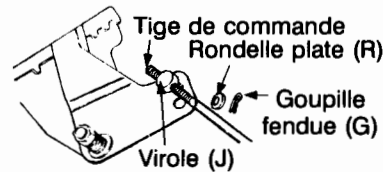

FIGURE 15 - Position du bras de commande sur les modèles avec les roues dirigeables.
- Placez le levier de vitesses à la position de marche avant la plus rapide. Abaissez brusquement le levier de vitesses le plus loin possible pour engager la marche avant la plus rapide. Filetez la virole sur la tige de commande selon le besoin, jusqu'à ce que la virole soit alignée avec le trou du haut du levier de vitesses. Installez la virole, dans le trou du haut du levier de vitesses. Voir la Figure 15. Maintenez le